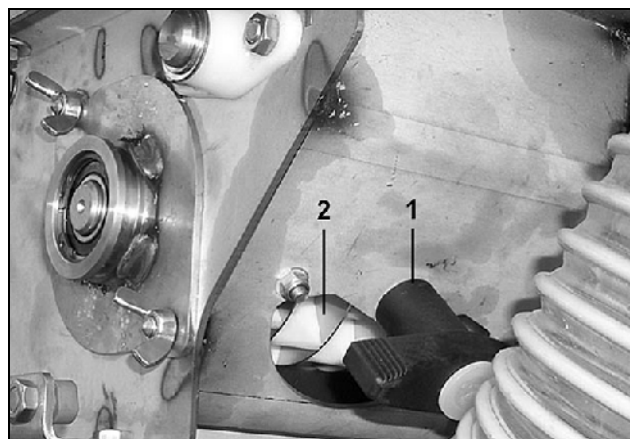

Fig. 117
- Åpne luken for resttømming (Fig. 117/2) ved å dreie på håndtaket (Fig. 117/1).
- Steng luken for resttømming (Fig. 117/2) og fest oppsamlingsbeholderen på såfrøbeholderen.